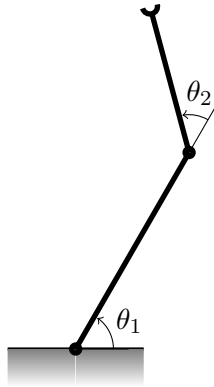
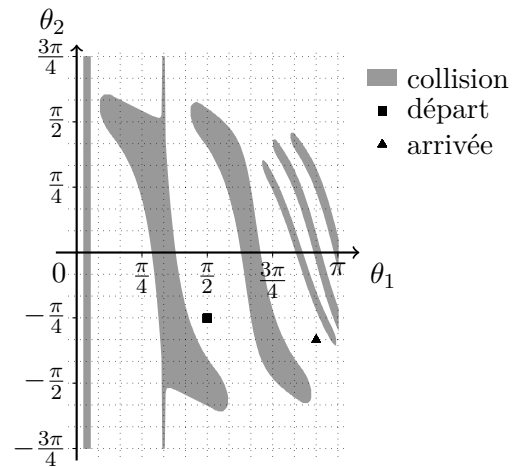

FIG. 1 : Bras à deux degrés de liberté.
FIG. 2 : Espace de configuration.
Soit un bras robotique à deux degrés de liberté dont le premier lien, fixé à un support, mesure 3 unités et le deuxième 2 unités (voir Fig. 1). Les angles de ses articulations sont restreints respectivement à $]0; \pi[$ et $] -\frac{3\pi}{4}; \frac{3\pi}{4}[$. Ce bras évolue dans un espace de travail dans lequel sont placés des obstacles circulaires. La figure 2 représente l'espace de configuration avec, en gris, les configurations en collision.
2. Dessinez, sur un des canevas fournis, le bras dans ses positions de départ et d'arrivée telles qu'indiquées à la figure 2. Vous prendrez bien soin que ces deux configurations soient distinguables (une légende est requise).